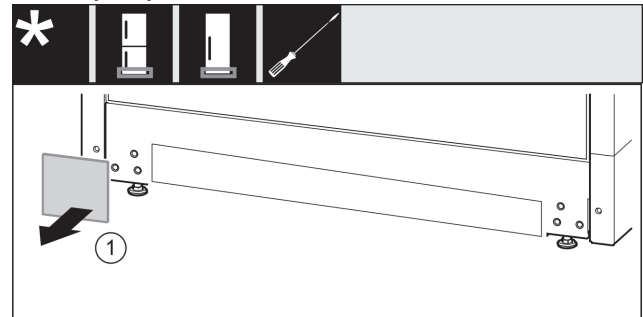

Fig. 16
- ▶ Зніміть кришку. Fig. 16 (1)